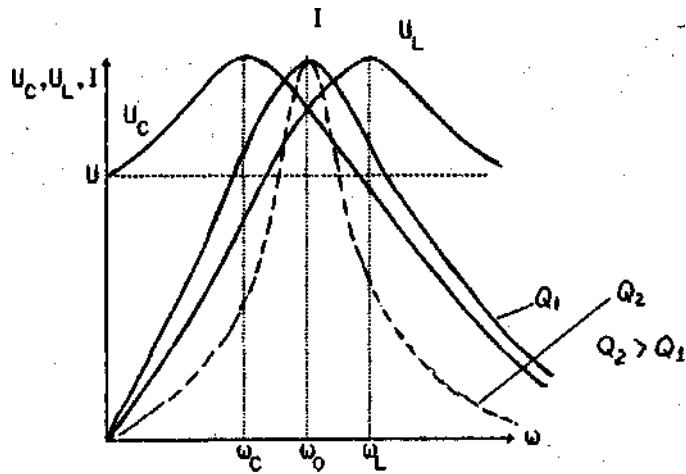

Рис. 3
Из формулы (6) ясно, что своего максимального значения I_0 ток достигнет при частоте равной резонансной. При этом $I_0 = U/R$. Чем меньше R (при неизменных L и C), т. е. чем больше добротность контура Q , тем более острой становится форма кривой $I = I(\omega)$ на рис. 3. На рис.3 построены амплитудно-частотные характеристики последовательного контура.